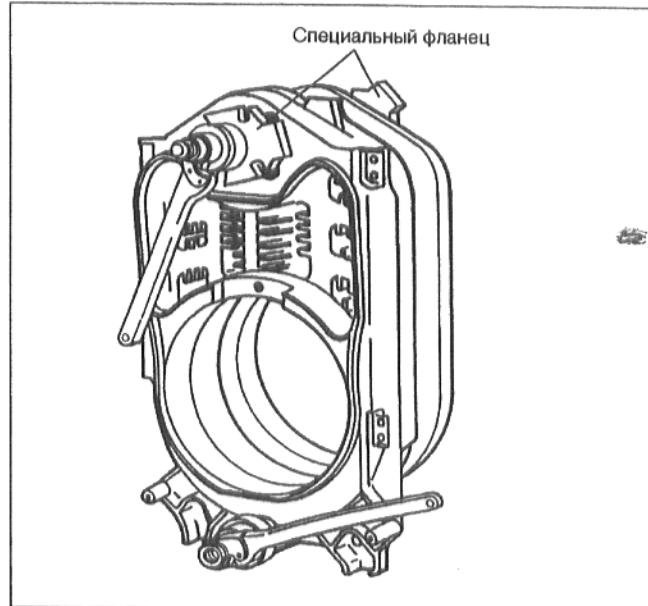

рис. 10
- Надеть на стяжной инструмент котла специальный фланец и продвинуть стяжной инструмент котла через верхнюю ступицу котла спереди или сзади в зависимости от имеющегося в месте монтажа свободного пространства (рис. 10).
- Отцентрировать стяжной инструмент котла в верхней ступице котла и слегка затянуть (рис. 10).
- Выполнить аналогичные операции на нижней ступице котла, использовав при этом обычные зажимные фланцы (рис. 10).